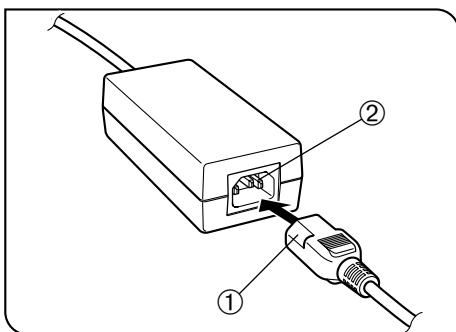

图 41
(图41到43)
### 使用AC适配器时的操作 (图41)
1. 把电源线插头①牢固插入AC适配器的输入插座②中 (图41)。